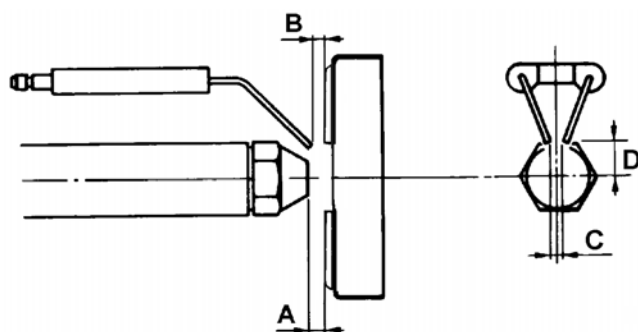

Fig. 21a - Brûleurs G4 et G6
- Contrôler les électrodes d'allumage et les isolateurs en porcelaine: nettoyer, régler et si nécessaire, remplacer (voir Fig. 21a et Fig. 21b).